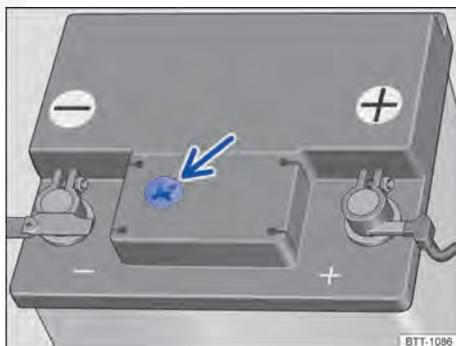

Fig. 180 Representação esquemática: visor no lado superior da bateria do veículo. ▶
- Providenciar iluminação suficiente para poder identificar o indicador colorido no visor redondo no lado superior da bateria do veículo ⇒ Fig. 180 (seta). Jamais utilizar chamas expostas ou objetos incandescentes como iluminação.